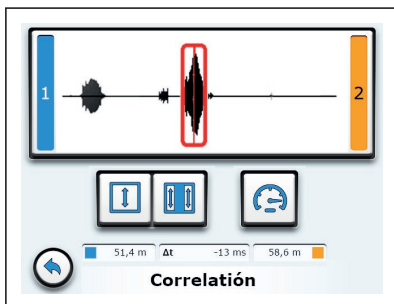

Fig. 27: Menú **Correlación**
1. Toque la curva de correlación. El receptor regresa al menú **Correlación** (fig. 27).